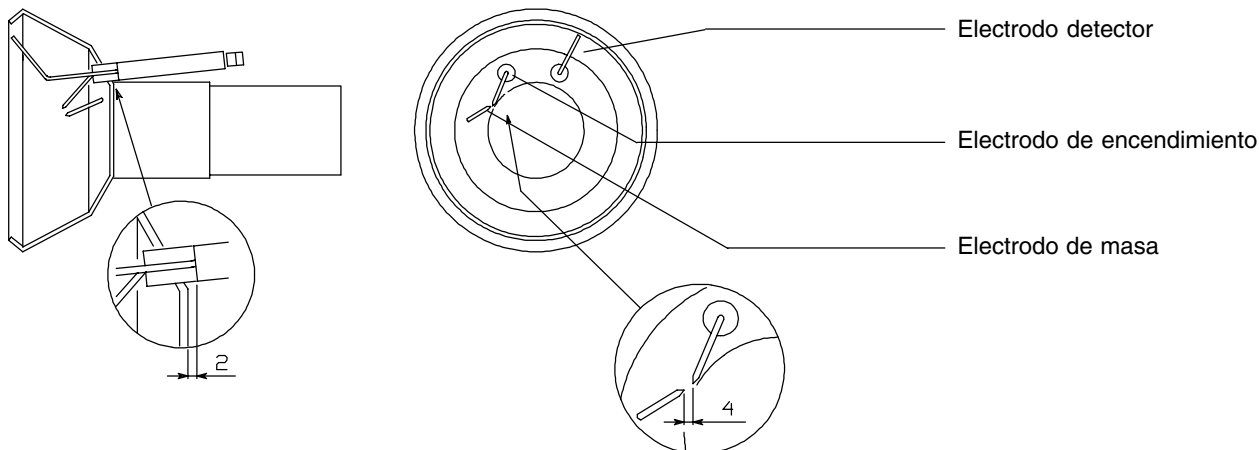

Fig. 35
- Control electrodos de encendido, limpiendaza, eventual ajuste y, si es necesario, reemplazo (ver fig. 35);
- Control electrodos detectores, limpiendaza, eventual ajuste y, si es necesario reemplazo (ver fig. 35): En caso de duda verificar el circuito de los detectores después de hacer funcionar el quemador, según el esquema dado en fig. 36;